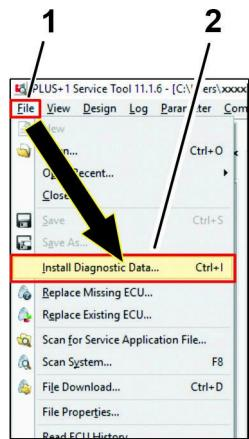

Figura 41
2. Clique no ícone FILE, E NO MENU SUSPENSO CLIQUE NO ÍCONE INSTALL DIAGNOSTIC DATA . . . ícone (Figura 41).